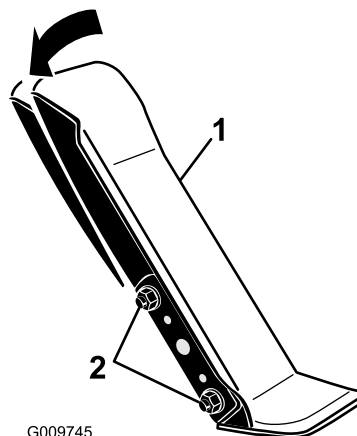

Figure 102
1. Desserrez les 2 écrous et boulons qui fixent le côté gauche de la pédale de déplacement au support (Figure 102).
2. Faites pivoter la pédale à l'angle voulu puis serrez les écrous (Figure 102).